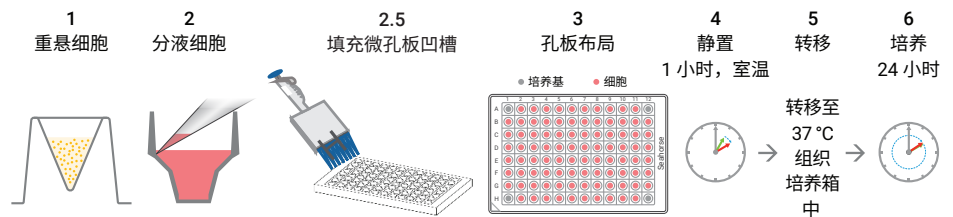

图 1. Agilent Seahorse XF 组织培养微孔板细胞接种工作流程
2. 如图 1 所示，每孔接种 80 μL 细胞悬浮液（细胞/孔）。无需在背景校正孔（A1、A12、H1、H12）中接种细胞